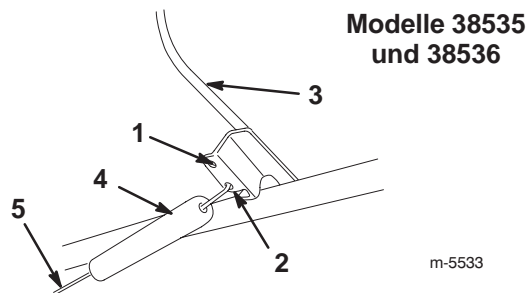
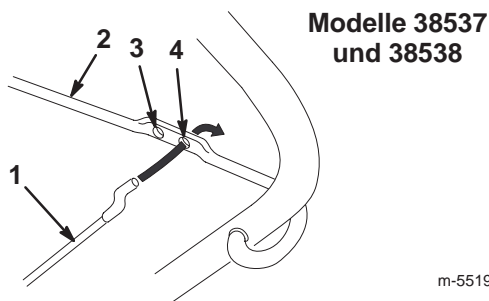

Bild 7
Bild 8
4. Führen Sie das lose Ende des Bowden-Zugs in die untere Öffnung an der Steuerstange ein. Siehe auch Bild 7 (Modelle 38535 und 38536) oder Bild 8 (Modelle 38537 und 38538).